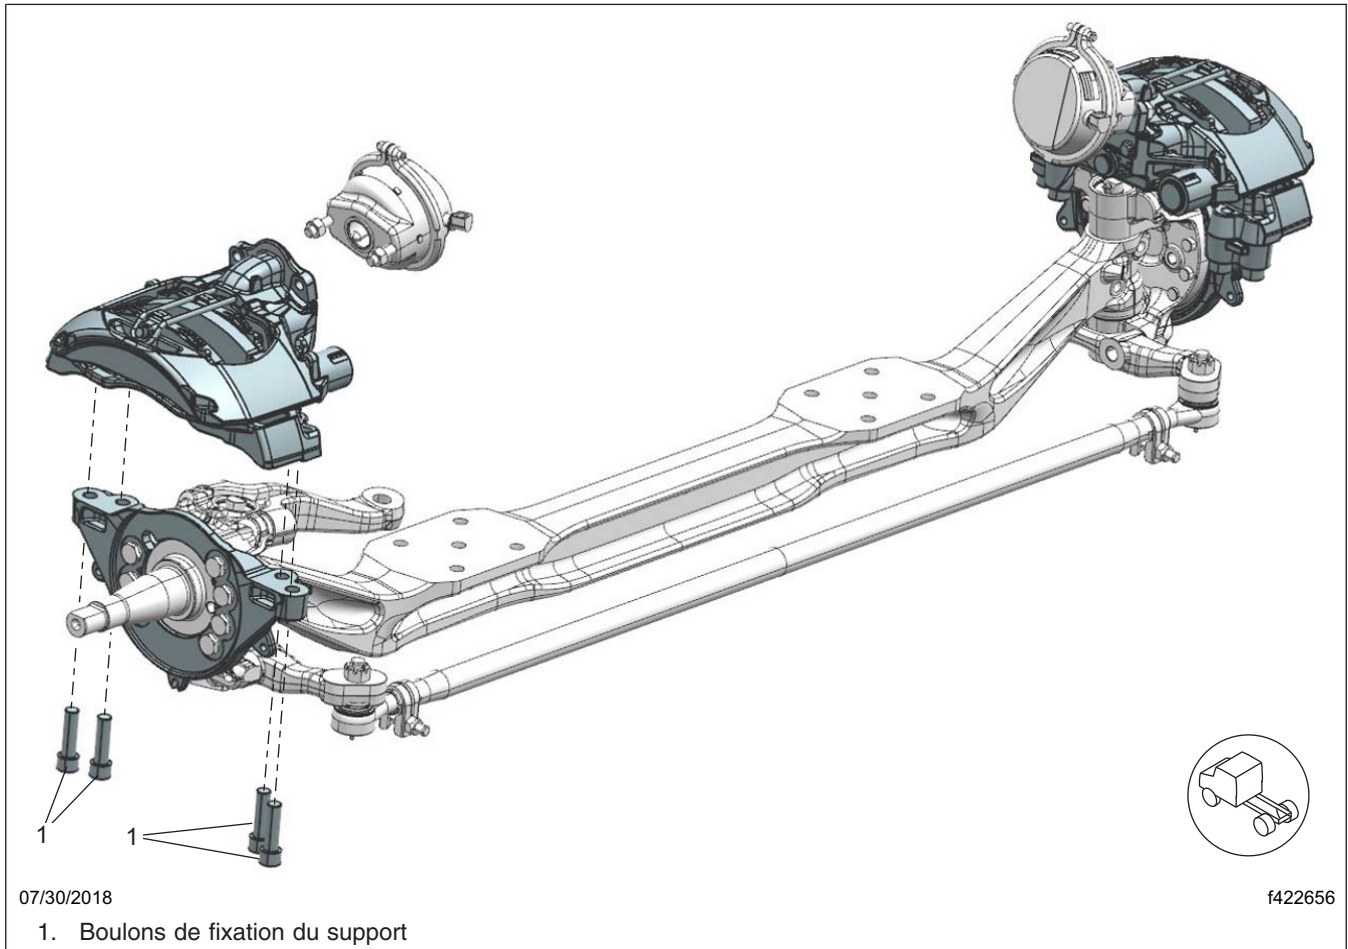
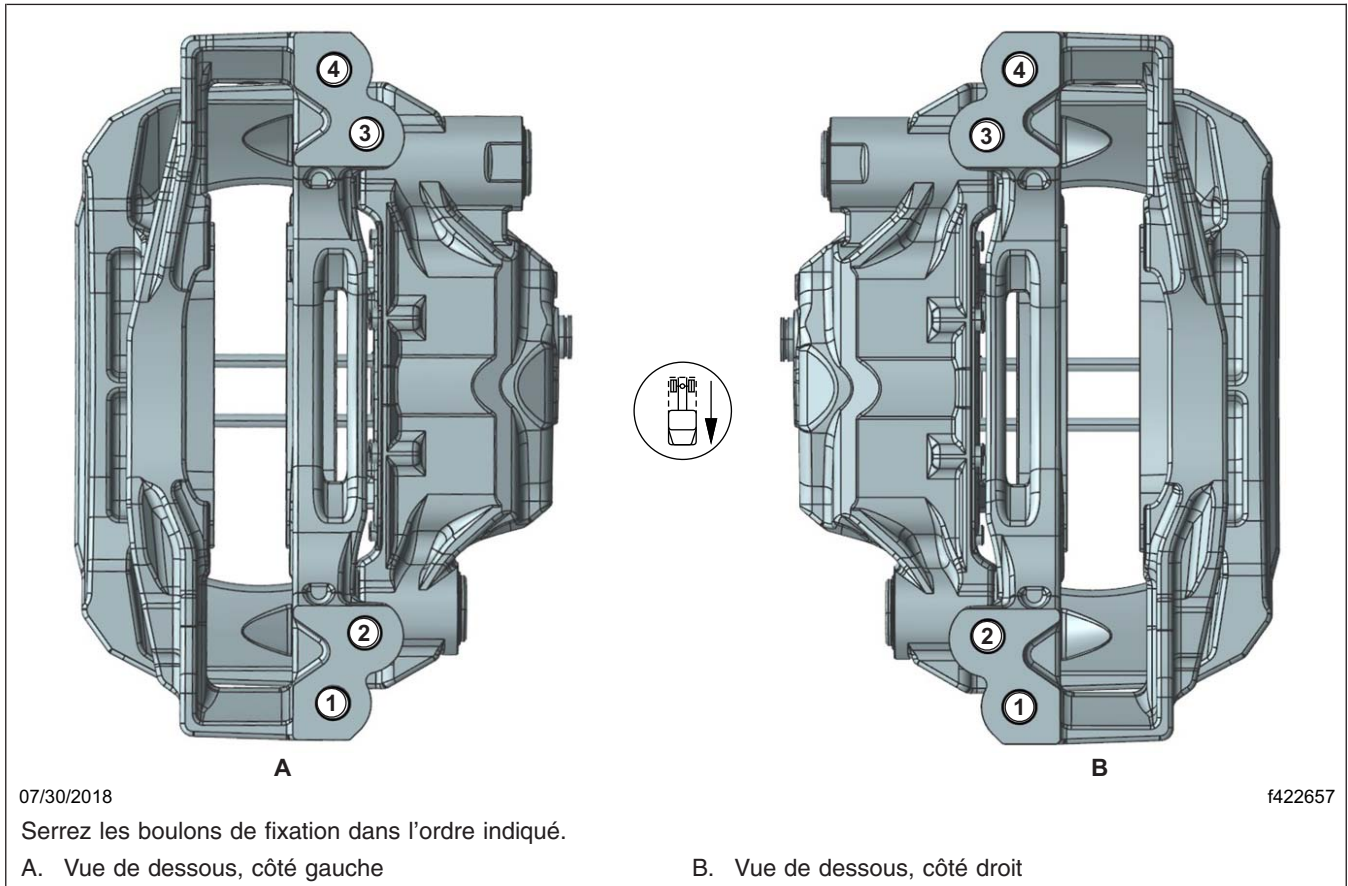

Fig. 10, Étriers Wabco Maxxus à montage radial
Fig. 11, Ordre de serrage des étriers Wabco Maxxus à montage radial
9. Alignez chaque ensemble étrier/support avec le rotor en repoussant le côté à tige fixe de l'étrier contre le rebord de la plaque de couple, puis installez l'ensemble étrier/support en utilisant les boulons de fixation de l'étrier neufs. Reportez-vous à la figure 10 et la figure 11.
10. Serrez les boulons de fixation du support en deux étapes, en appliquant la séquence indiquée sur la **figure 11**.